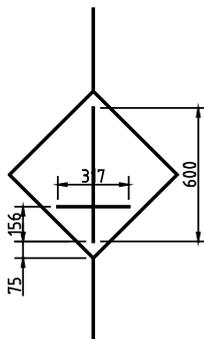

图3-90 绘制直线
- 05 调用L【直线】命令, 结合FROM【捕捉自】和【对象捕捉】功能, 在多边形内绘制直线, 如图3-90所示。